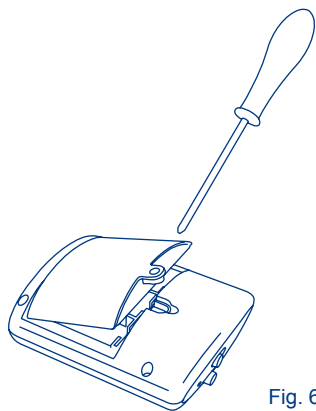

Fig. 6
- 6) • Remove the battery cover using a Philips screwdriver. (Fig. 6) Install three size C batteries and replace the battery cover. Do not overtighten the screw.
- Use un destornillador Phillips para retirar la cubierta de las pilas. (Fig. 6) Instale tres pilas tamaño C y reemplace la cubierta de las pilas. No ajuste de más el tornillo.
- Utilisez un tournevis cruciforme pour enlever le couvercle des piles. (Fig. 6) Installez trois piles taille C, puis replacez le couvercle des piles. Ne pas trop serrer la vis.